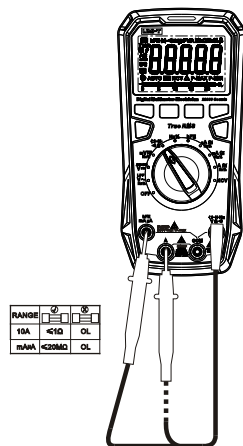

图 18a
- 利用电阻测量功能档可自检内置1A和10A保险丝。具体操作见(图18a), 将红色表笔插入 $\frac{1}{2}Hz$ (UT61B+/UT61E+) 或 $\frac{1}{2}Hz$ (UT61D+) 输入端口, 表笔尖插入“mA uA”输入端口测量阻值, 若显示屏显示“0L”, 则1A保险丝熔断。将红色表笔尖插入“A”输入端口测量阻值, 若显示屏显示“0L”, 则10A保险丝熔断。